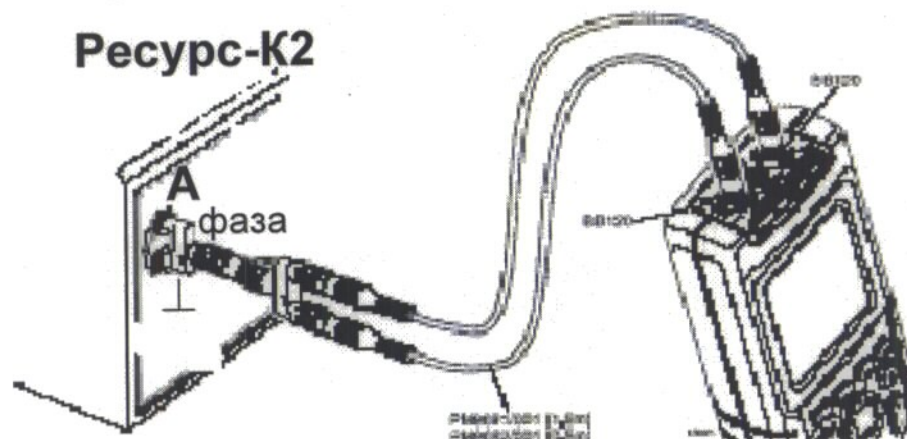

Рис. 7.
6.7.1. Соединить измеритель с выходом А калибратора Ресурс-К2 в соответствии с рис. 7.